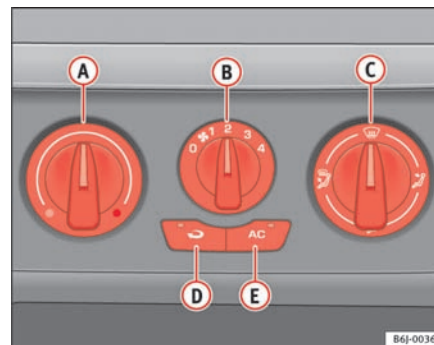

Fig. 88 På instrumentpanelet: betjeningselementer til aircondition
- Afbryd køleanlægget ved at trykke på knappen ⇒ fig. 88  (lyset i knappen slukker).
Når recirkulationsfunktionen er aktiveret (knappen  side 121, fig. 88  med kontrollampe), forhindrer den, at kraftige lugtgener udefra kan trænge ind i kabinen, fx når du kører gennem en tunnel eller holder i kø.